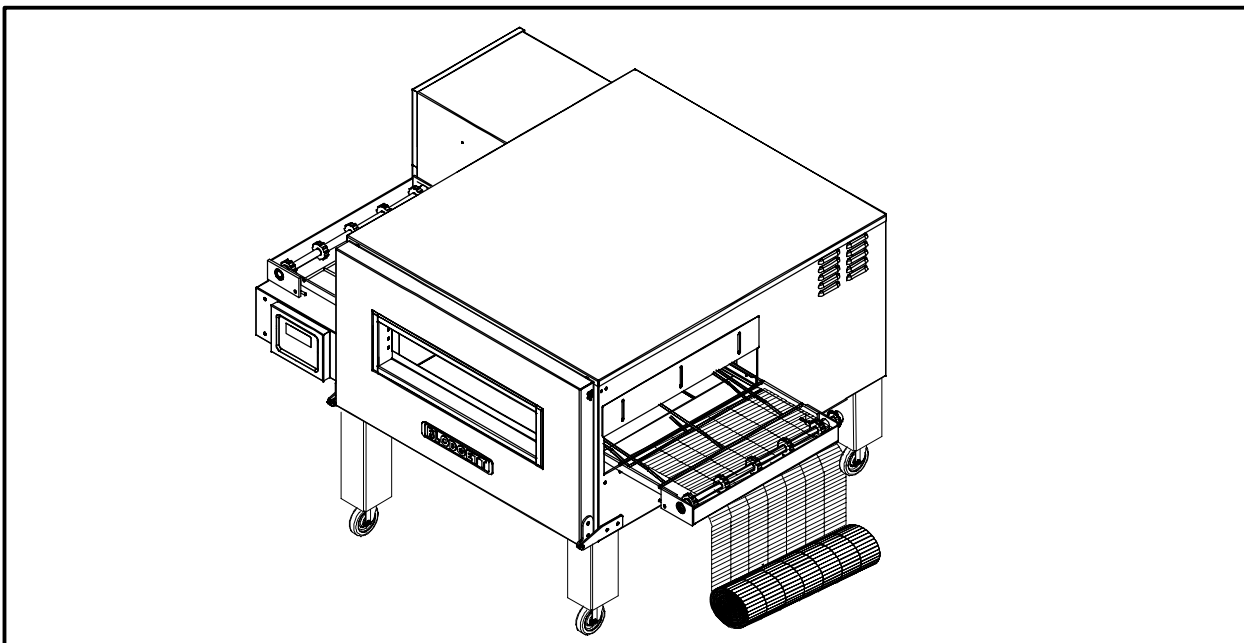

Figure 9
1. Enfilez le tapis du convoyeur à partir du côté droit du four. Le tapis du convoyeur est muni de boucles aux deux extrémités. Les boucles doivent se déplacer vers l'arrière sur la grille du convoyeur afin de ne pas endommager le tapis. Voir la Figure 9 pour l'orientation correcte du tapis.